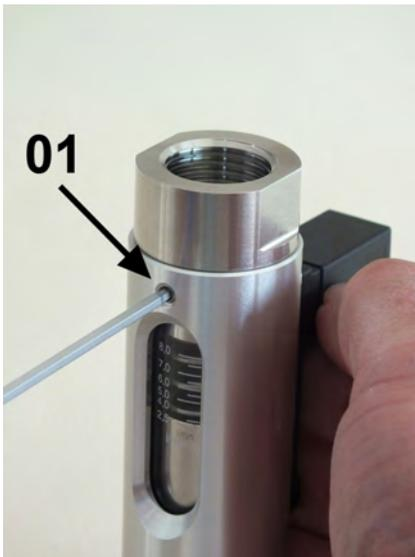

Abb. 35: Schrauben lösen
1. → Obere 3 Innensechskant-schrauben (Abb. 35/01) mit einem Sechskant-Schraubendreher lösen